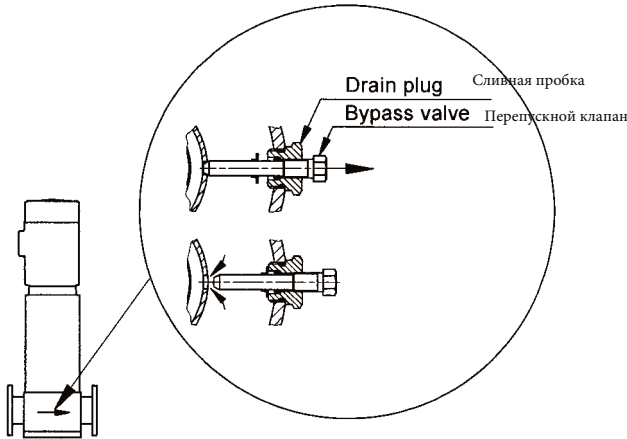

Рис.2
- Слейте воду из насоса, ослабив клапан выпуска воздуха в головке насоса и сняв сливную пробку и перепускной клапан с основания. См. рис.2